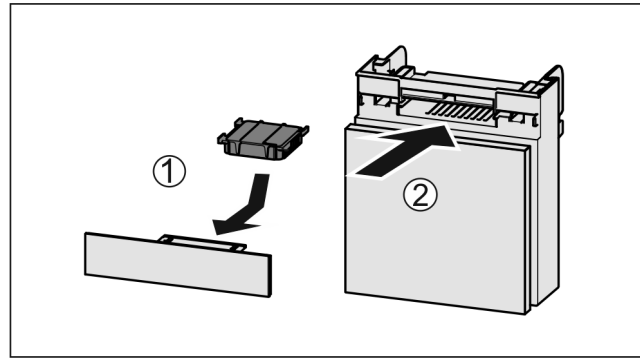

Fig. 89
- ▶ Поставете Fig. 89 (1) филтъра с активен въглен, както е показано на фигурата.
- ▶ Вкарайте Fig. 89 (2) отделението.